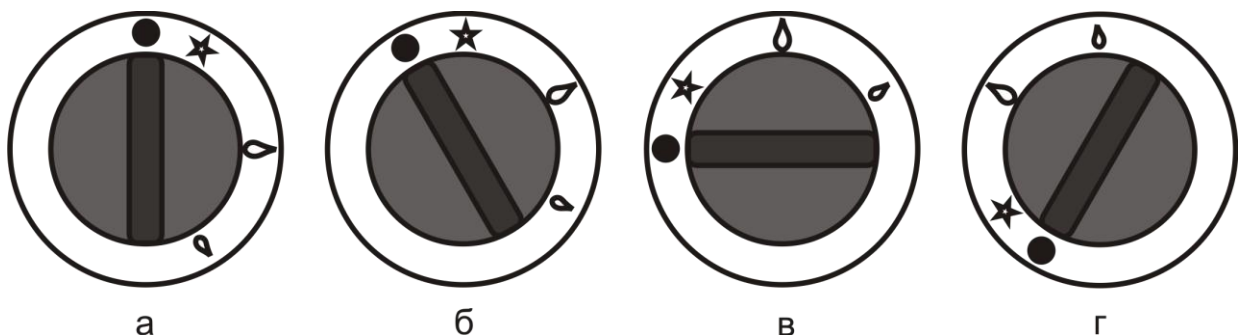

Рис. 5. Соответствие положения ручки крана режиму работы горелок
- Включите горелку и переведите ручку крана в режим «малое пламя» (рис.5г).
- Убедитесь в том, что ручки кранов находятся в положении «кран закрыт» (рис. 5а). Если краны открыты, переведите их в закрытое состояние, слегка нажав на ручку крана и повернув ее по ходу часовой стрелки до упора.
Внимание! При первом включении гриля, а также после каждой замены баллона СУГ необходимо выпустить воздух из газового тракта. Для этого удерживайте ручку крана в нажатом состоянии в положении «максимальное пламя» (рис.5б) в течение 30 секунд, либо до появления запаха газа, после чего отпустите ручку и подождите не менее 1 минуты. Затем можно приступать к розжигу горелок гриля.
- В исходном состоянии ручка крана находится в положении «кран закрыт» (рис.5а).
- Нажав на ручку крана и, удерживая её в нажатом состоянии, поверните её против хода часовой стрелки в положение «розжиг запальной горелки» (рис.5б). Через 3-5 секунд поднесите источник огня к запальной горелке (через смотровое отверстие), или нажмите кнопку пьезорозжига. Если запальная горелка не зажглась, отпустите ручку крана и, при повторном нажатии на ручку, вновь поднесите источник огня к запальной горелке или нажмите кнопку пьезорозжига. После появления пламени в запальной горелке, удерживайте ручку крана в нажатом состоянии в течение 5-10 секунд до срабатывания предохранительного клапана, кнопку пьезорозжига при этом можно отпустить. Затем отпустите ручку управления и убедитесь через смотровое отверстие, что запальная горелка горит. Если запальная горелка погасла, следует повторить процедуру розжига.
- Далее нажмите на ручку крана и, удерживая её в нажатом состоянии, поверните её против хода часовой стрелки в положение «максимальное пламя» (рис.5в) – кран открывается и осуществляется розжиг основной горелки. Если горелка не зажглась, то отрегулируйте запальную горелку согласно п.5.2.2.
Положение крана в режиме «максимальное пламя» и «малое пламя» представлено на рис.5в и рис.5г соответственно. Перевод крана с одного режима на другой осуществляется с помощью легкого нажатия на ручку крана.
- Нажав на ручку крана и, удерживая её в нажатом состоянии, поверните её по ходу часовой стрелки в положение «розжиг запальной горелки» (рис.5б) – основная горелка погаснет, а запальная горелка останется зажженной («дежурный режим»).
- Для выключения запальной горелки необходимо слегка нажать на ручку крана и повернуть ее по ходу часовой стрелки до упора в положение «кран закрыт» (рис.5а).
- После окончания работы с грилем необходимо перевести ручки кранов в закрытое состояние (рис.5а) и закрыть кран газопровода (баллона СУГ).